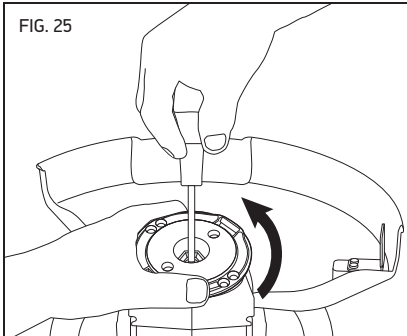

FIG. 25
- Utilice un destornillador de cabeza plana para contener el husillo y gire la base de la desbrozadora en sentido antihorario para aflojar la tuerca central (Fig. 25).